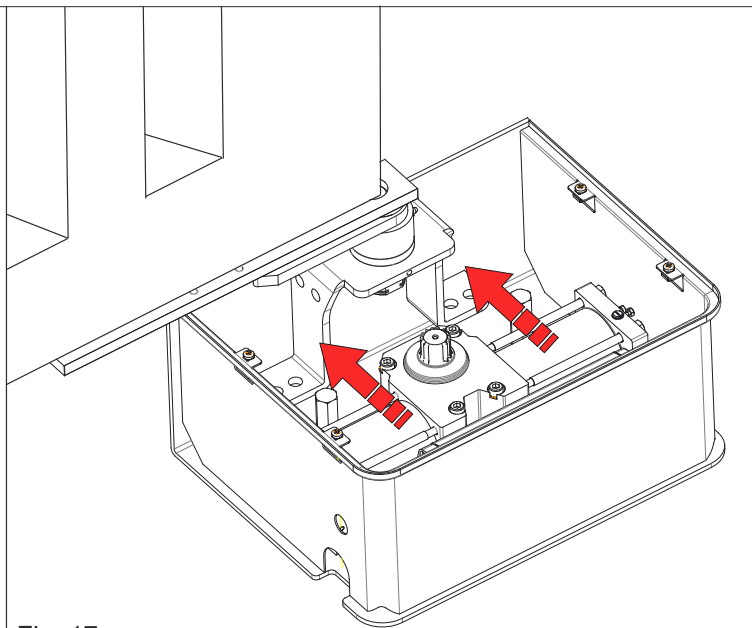

Fig. 17
5.2. Una vez que el operador ha sido colocado en la caja, muévelo hacia adelante (Fig. 17) hasta que el eje estriado del operador esté en correspondencia con el orificio del eje de la caja